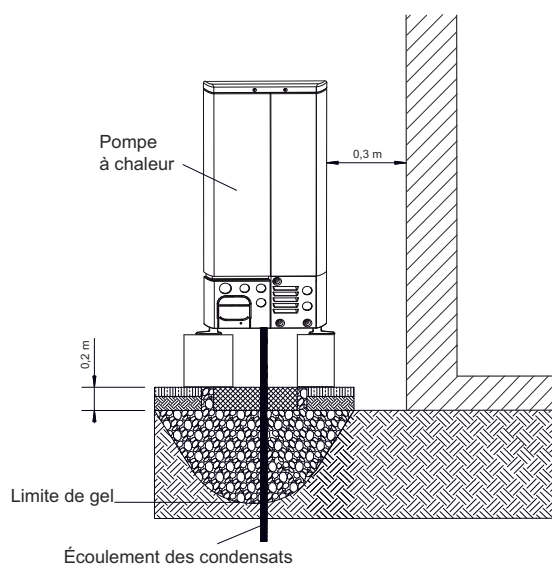
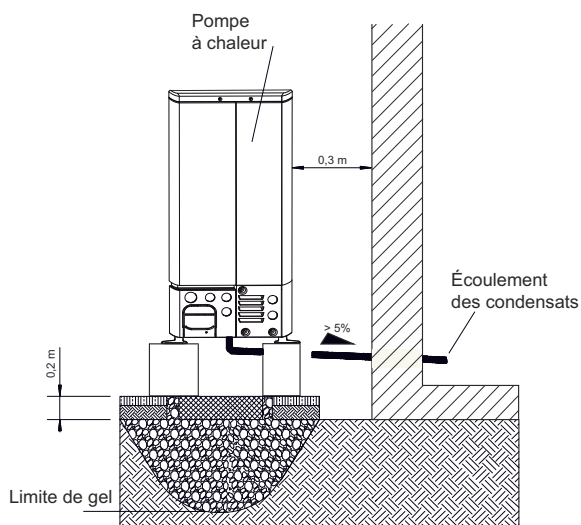

Fig. 4.1
Fig. 4.2
- Il est conseillé de monter l'unité extérieure près d'un mur, sur une fondation distincte du bâtiment, avec un écart d'au moins 0,3 m côté aspiration (Fig. 4.1 + Fig. 4.2).
- Respecter les distances minimales indiquées (Fig. 4.1).